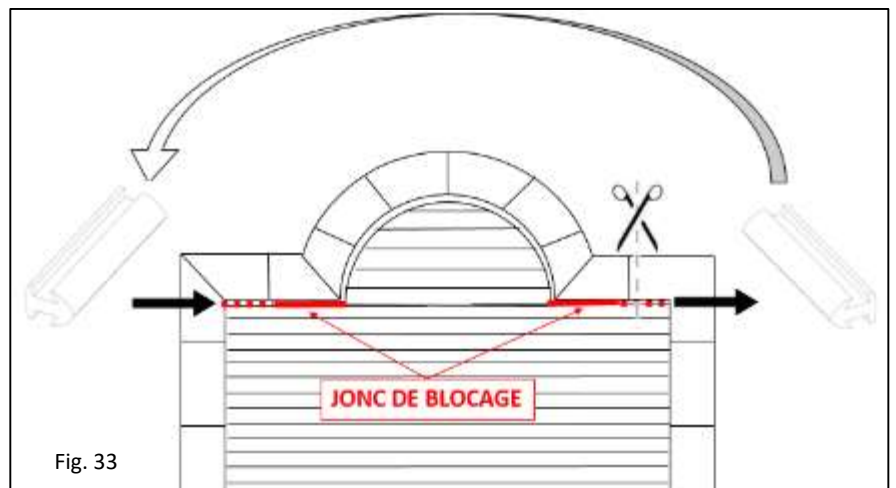

Fig. 33
- Si besoin de décaler l'escalier latéralement par rapport au tablier (**Fig. 33**) :